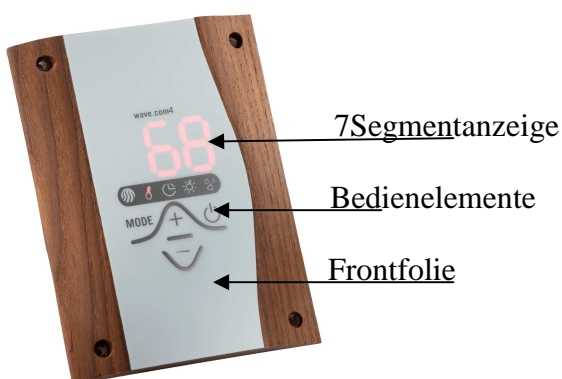

Abbildung 4: Beschreibung Bedienteil
3. Mit einem trockenen Tuch bzw. einem mit Seifenwasser leicht angefeuchteten weichen Tuch die Frontfolie (siehe Abbildung 4) sanft abwischen.